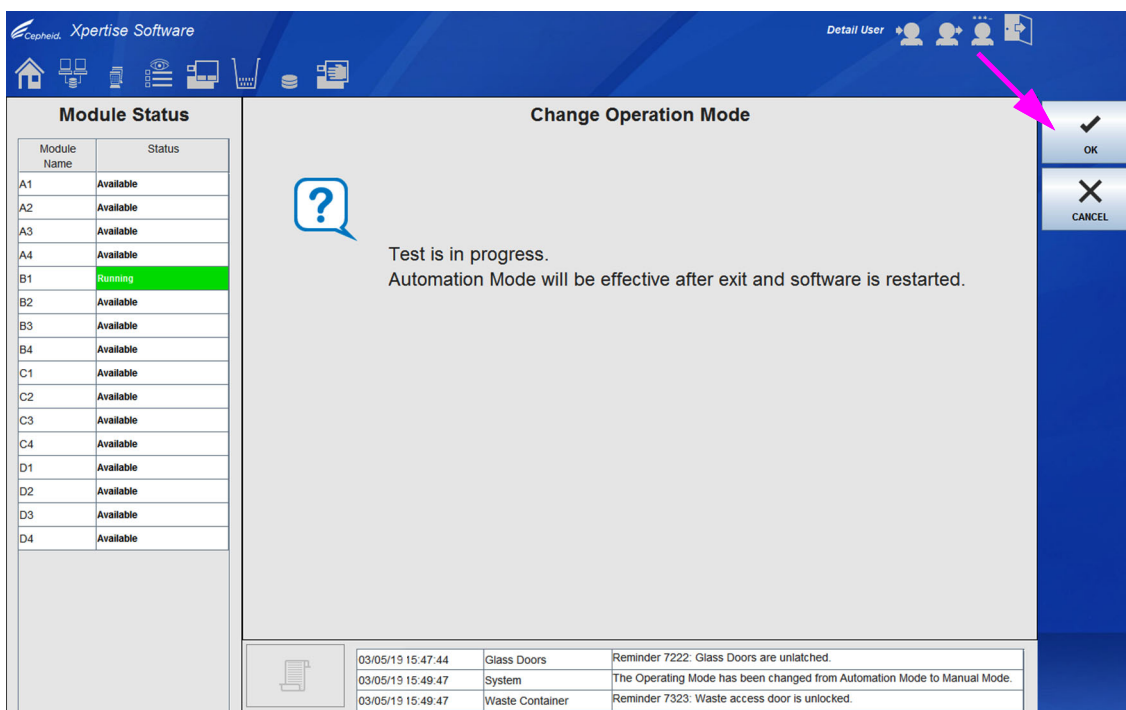
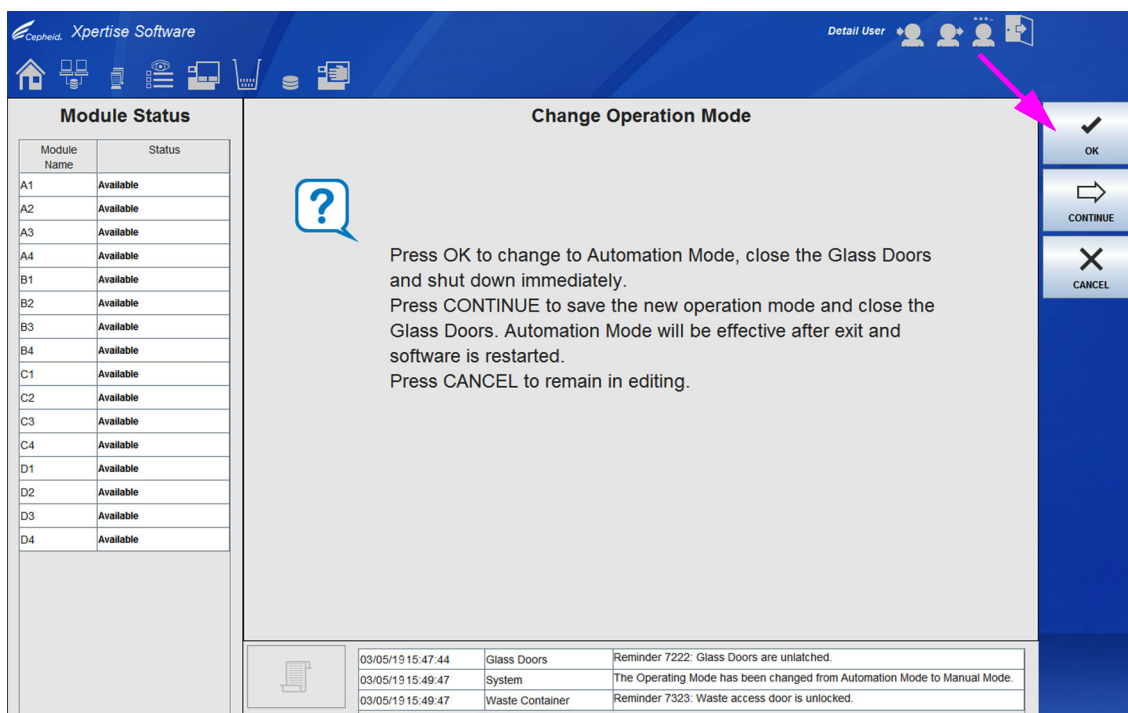
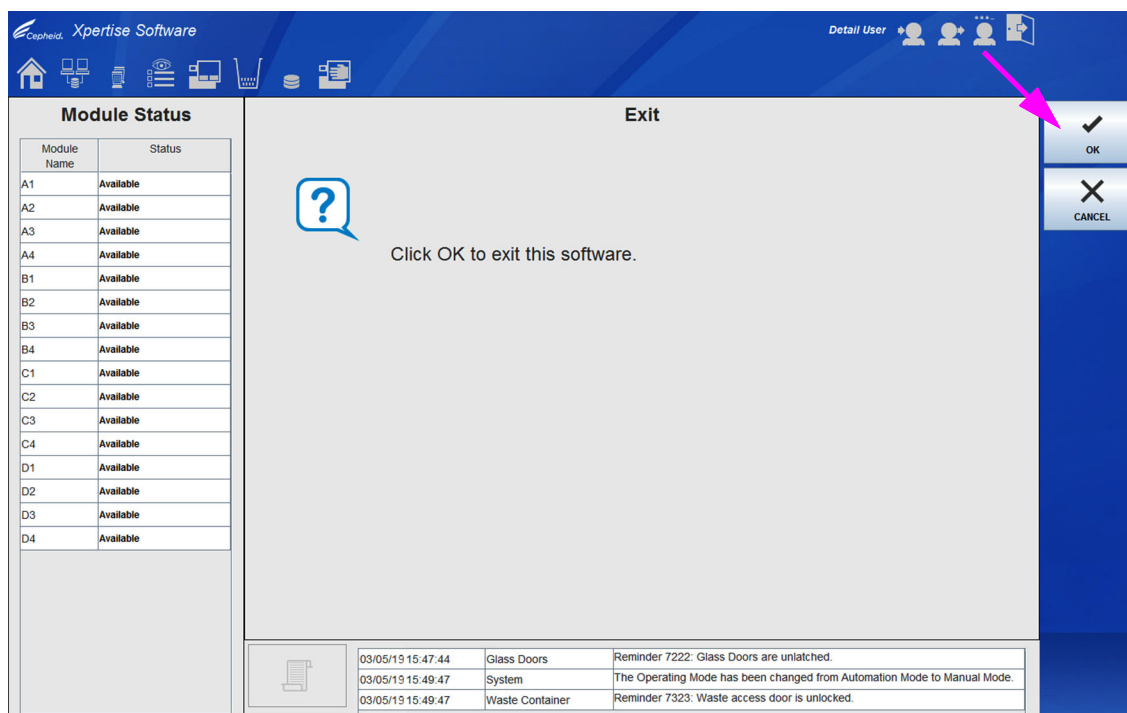

图 5-126. 正在进行测试时的更改操作模式 (Change Operation Mode) 工作区确认
图 5-127. 没有测试时的更改操作模式 (Change Operation Mode) 工作区确认
图 5-128. Xpertise 软件退出 (Exit) 确认
有正在进行的测试时，更改操作模式 (Change Operation Mode) 工作区将如图 5-126 中所示；否则将如图 5-127 中所示。
- 如果有测试正在进行（请参见图 5-126），选择**确定 (OK)** 以显示软件退出 (Exit) 确认（请参见图 5-128）并重新启动该软件。在 Xpertise 软件重新启动后，将处于自动模式。
- 如果没有测试在运行（请参见图 5-127），选择**确定 (OK)** 以显示软件退出 (Exit) 确认（请参见图 5-128），然后立即重新启动软件；或选择**继续 (CONTINUE)** 以保存新操作模式，但除非重新启动 Xpertise 软件，否则新操作模式将不生效。